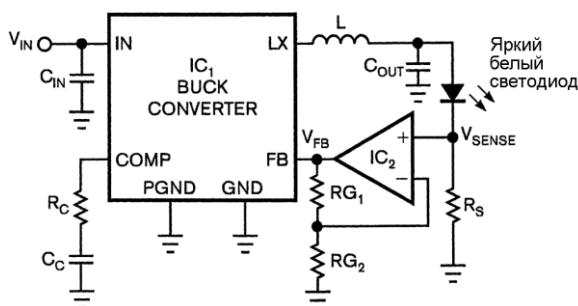

Рис. 10.37. Подключение светодиода к компенсационному преобразователю
Для включения мощных светодиодов отлично подходит понижающий компенсационный преобразователь. Опорное сопротивление в стандартной схеме, как правило, слишком велико. Для повышения КПД, например на 10% по сравнению с обычной схемой, можно уменьшить опорное сопротивление (RS) и усилить падающее на нем напряжение с помощью маломощного ОУ в десять раз (рис. 10.37).